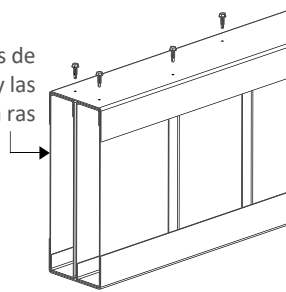

Fig. 31
4. Con tornillos autorroscantes Evolution, sujete los soportes de viga doble a poste a la viga doble, como se muestra en la Fig. 31. Confirme que la viga esté paralela y que los extremos estén alineados con la saliente en S.